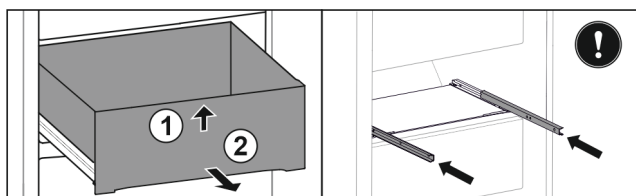

Fig. 147
- ▶ Tõstke sahtel eest üles. Fig. 147 (1)
- ▶ Võtke sahtel ettepoole välja. Fig. 147 (2)